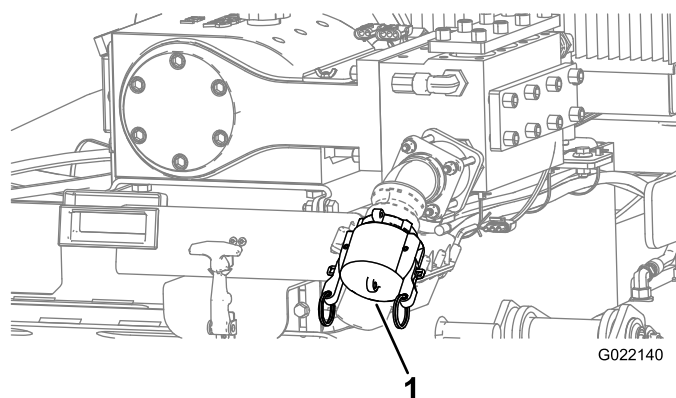

Рисунок 152
- C. Убедитесь, что крышка установлена на впускном отверстии насоса бурового раствора (Рисунок 152).